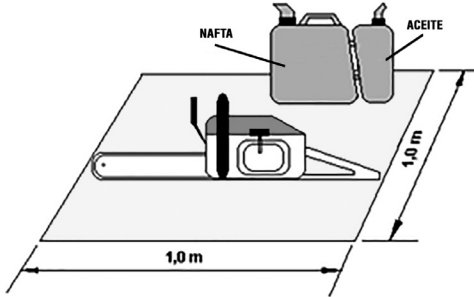

Fig. 3 – Uso de lona durante el abastecimiento
- k. Utilice una lona durante el abastecimiento y limpieza del equipo en campo (Fig.3).*